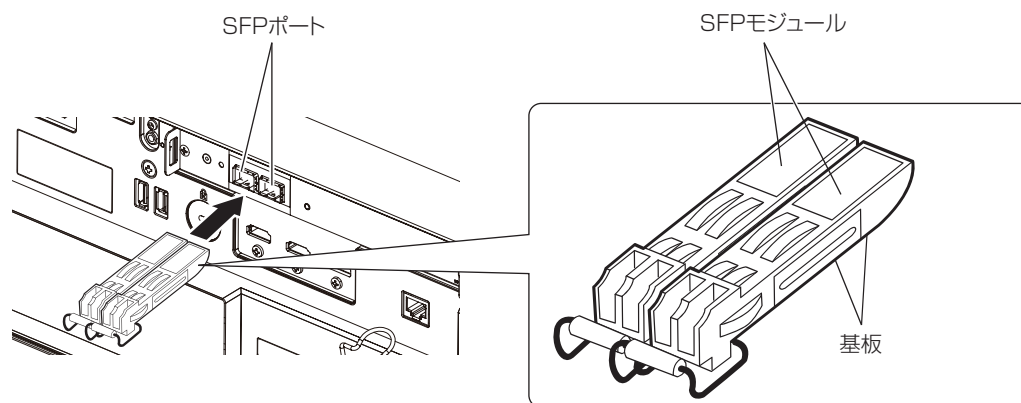

図1
2) SFP モジュールを SFP ポートに取り付ける (図 1)